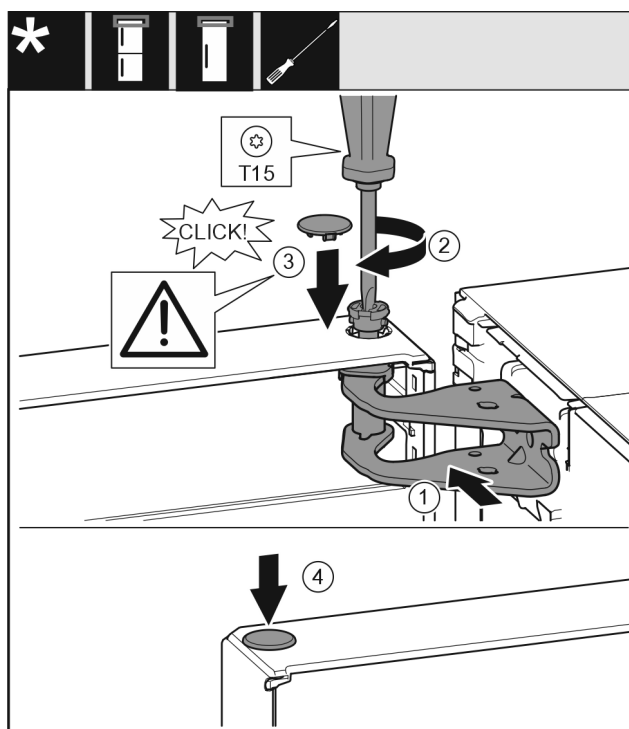

Fig. 22
- ▶ Orienter la porte en haut pour l'ouverture dans le support de palier. Fig. 22 (1)
- ▶ Poser le boulon et le visser avec un tournevis T15. Fig. 22 (2)
- ▶ Monter le cache de sécurité pour sécuriser la porte : Mettre en place le cache de sécurité et vérifier qu'il repose sur la porte. Sinon, enfoncer à fond le boulon. *Fig. 22 (3)*
- ▶ Mettre le bouchon en place. *Fig. 22 (4)*